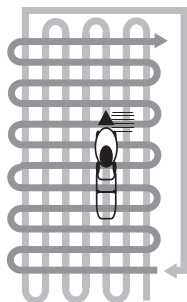

Рис. 12 Схема скашивания высокой и/или загущенной травы
5. При скашивании в тяжелых условиях (п.3,4) рекомендуется проводить повторный покос с меньшей высотой скашивания (Рис. 12).